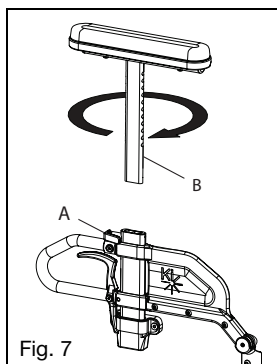

Fig. 7
- Tire de la palanca de ajuste de altura (Fig. 7:A) y extraiga el grupo superior del brazo en T (Fig. 7:B).
- Cierre la palanca de ajuste de altura (Fig. 7:A) para fijarla.